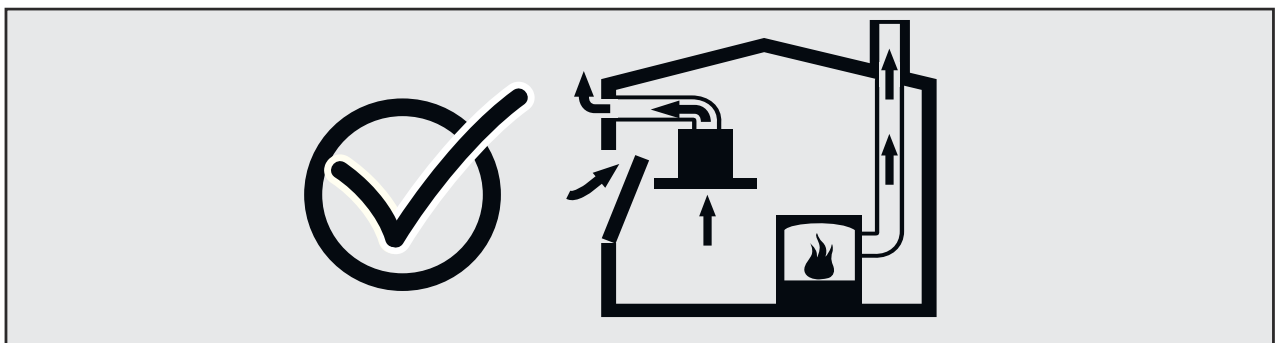

Fig. 3 Забезпечуйте достатній приплив повітря в приміщення, де використовується котел разом з витяжкою.
- Тому завжди слід забезпечувати достатнє надходження свіжого повітря. Fig. 3